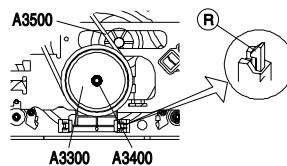

Fig. 21
- Riemen (Pos. A3500, Fig. 21) abnehmen.
- Sicherungsscheibe (Pos. A3400, Fig. 21) abnehmen.
- Rastnase (R) (Fig. 21) lösen und Riemenscheibe (Pos. A3300) herausnehmen.